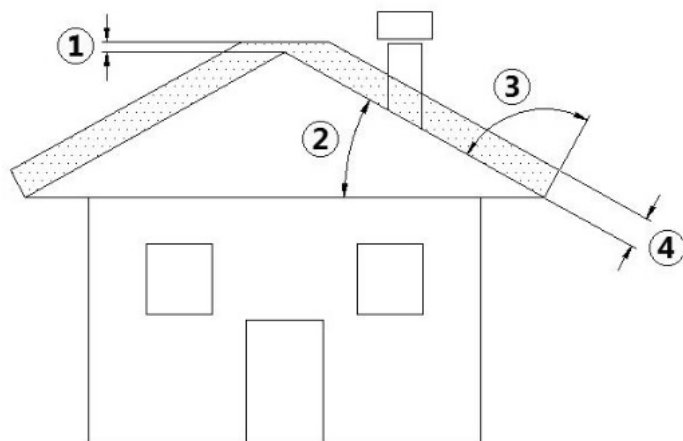

Fig. 4 - Tetto inclinato
LEGENDA	Fig. 4
- La quota di sbocco in atmosfera deve essere al di fuori della zona di reflusso provocata dalla conformazione del tetto o da ostacoli che si trovano in prossimità (vedi **Fig. 4**).